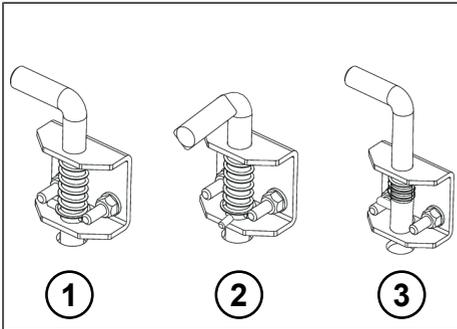

Fig. 8-67: Posizioni di bloccaggio bullone di fissaggio
- ▶ Portare il bullone di fissaggio sul supporto trasversale in posizione 2 (vedere "Fig. 8-67: Posizioni di bloccaggio bullone di fissaggio", p. 175).
- ▶ Portare il bullone di fissaggio in posizione 1 (vedere "Fig. 8-67: Posizioni di bloccaggio bullone di fissaggio", p. 175).
- ▶ Portare il bullone di fissaggio per i montanti sul supporto trasversale in posizione 2 (vedere "Fig. 8-67: Posizioni di bloccaggio bullone di fissaggio", p. 175).
- ▶ Portare il bullone di fissaggio per i montanti in posizione 3 (vedere "Fig. 8-67: Posizioni di bloccaggio bullone di fissaggio", p. 175), in modo che i montanti abbiano sede nel supporto trasversale fino alla battuta.
- ▶ Portare il bullone di fissaggio per i montanti in posizione 1 (vedere "Fig. 8-67: Posizioni di bloccaggio bullone di fissaggio", p. 175).
- ▶ Portare il bullone di fissaggio per i montanti in posizione 3 (vedere "Fig. 8-67: Posizioni di bloccaggio bullone di fissaggio", p. 175).
- ▶ Portare entrambi i bulloni di fissaggio sul supporto trasversale in posizione 3 (vedere "Fig. 8-67: Posizioni di bloccaggio bullone di fissaggio", p. 175).